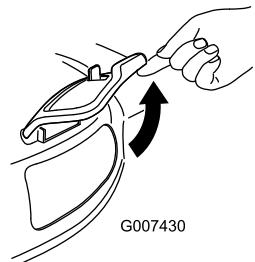

Bild 36
2. Öffnen Sie die Seitauswurfklappe (Bild 36).